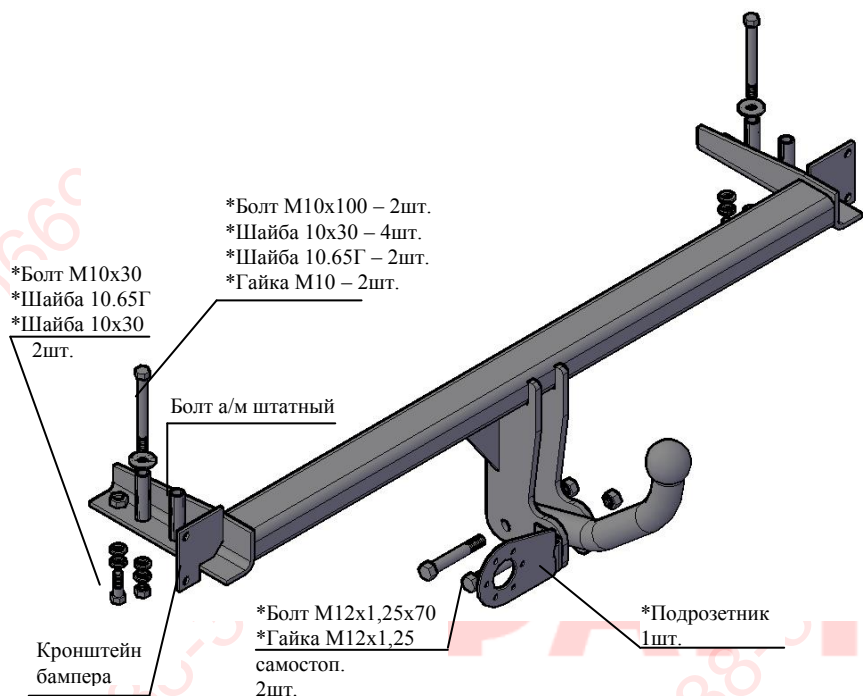

Рис.1 Тягово-сцепное устройство 9421
2.1 ТСУ 9421 в сборе (рис.1)	1 шт.
2.2. Пакет комплектующих ( рис.1)